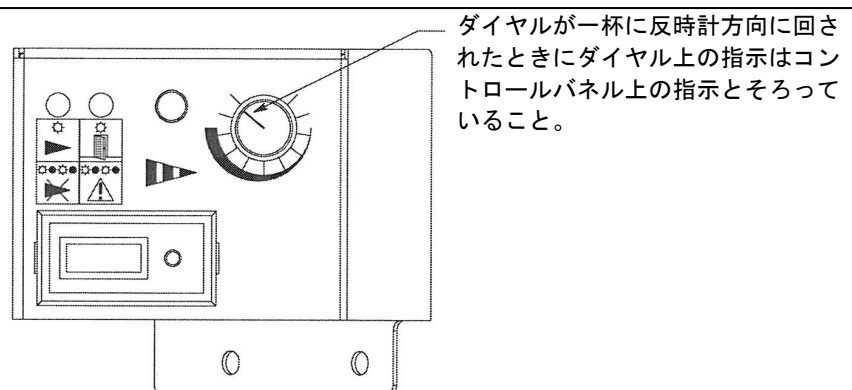

Fig. 18
- e. ダイアルが一杯に反時計方向に回されたときにダイアル上の指示が Fig. 18 に示されているようにシルクスクリーン上の指示器とそろるように、ダイアルボタンの止めねじをスイッチのシャフト上で位置決めし、締め付けてください。